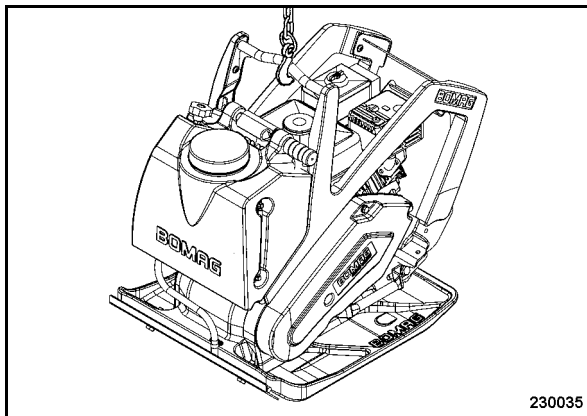

рис. 31
- Для осуществления погрузки виброплиты (рис. 31) подвешивать грузоподъемное устройство за поперечину.